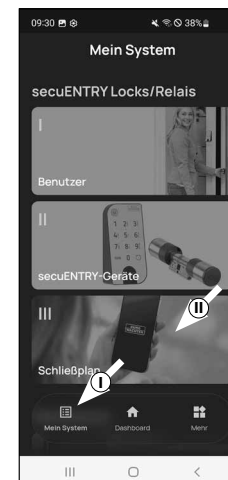

Fig. 1
2 Abra el menú «Mi sistema» (I) (Fig. 1)
3 Pulse en el tercer apartado del menú III - «Plan de cierre» (II) (Fig. 1).